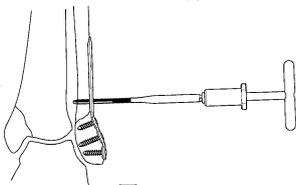

図9
- 9) 3.5 コーティカルスクリュータップの他端にTハンドルを装着し、イメージ下で確認しながらプレタップを行います。(図9)